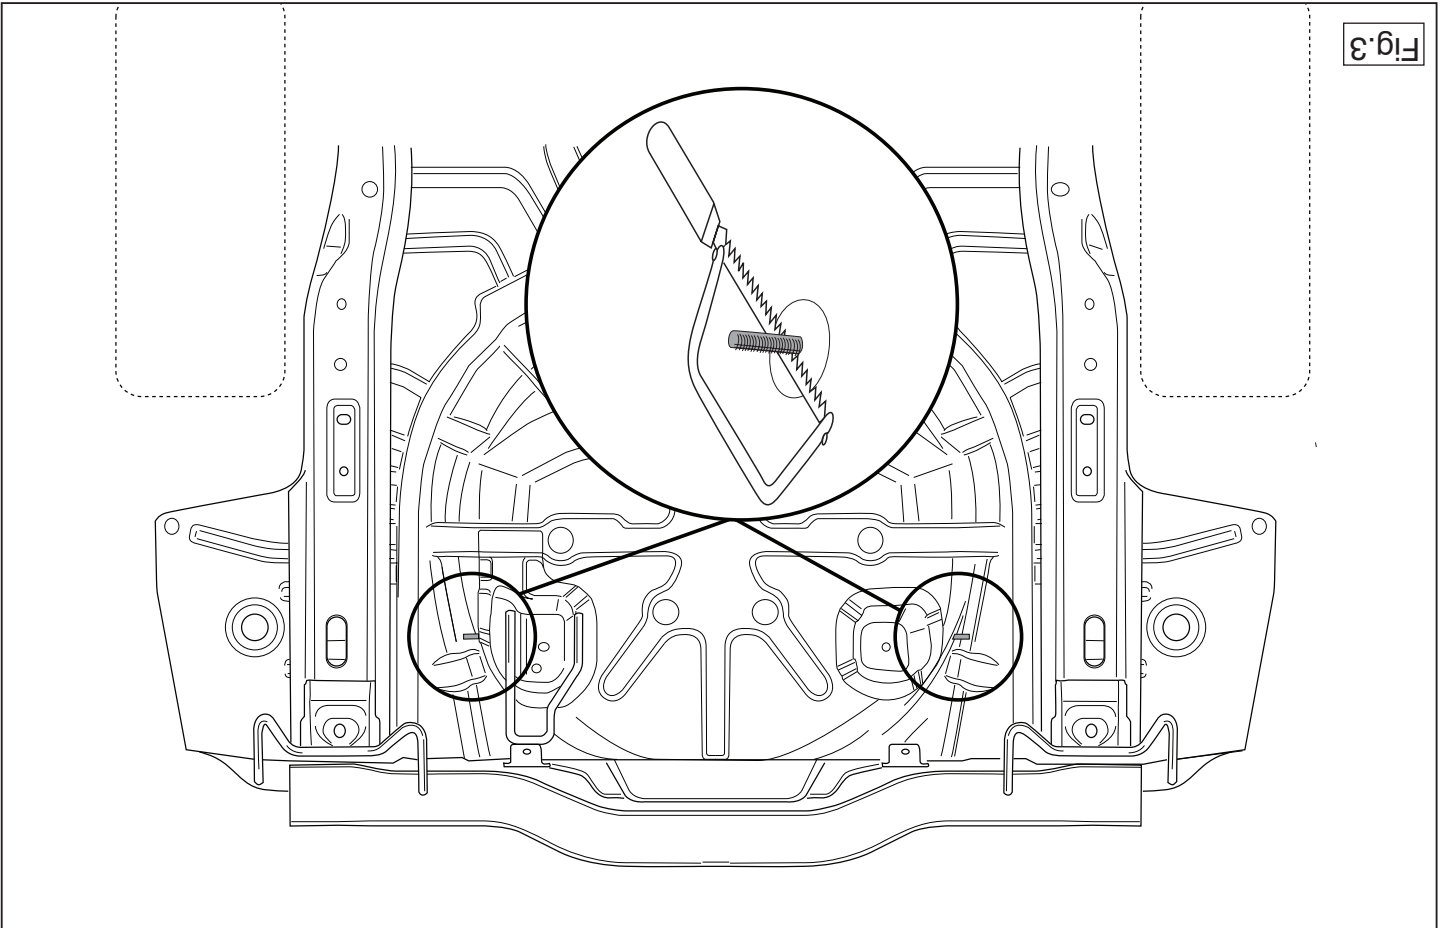

Fig.3
7. Saw out the indicated sections from figure 3.
7. Gemäß Abb. 3 die angegebenen Teile abschneiden.
7. Découper les parties indiquées conformément à la figure 3.